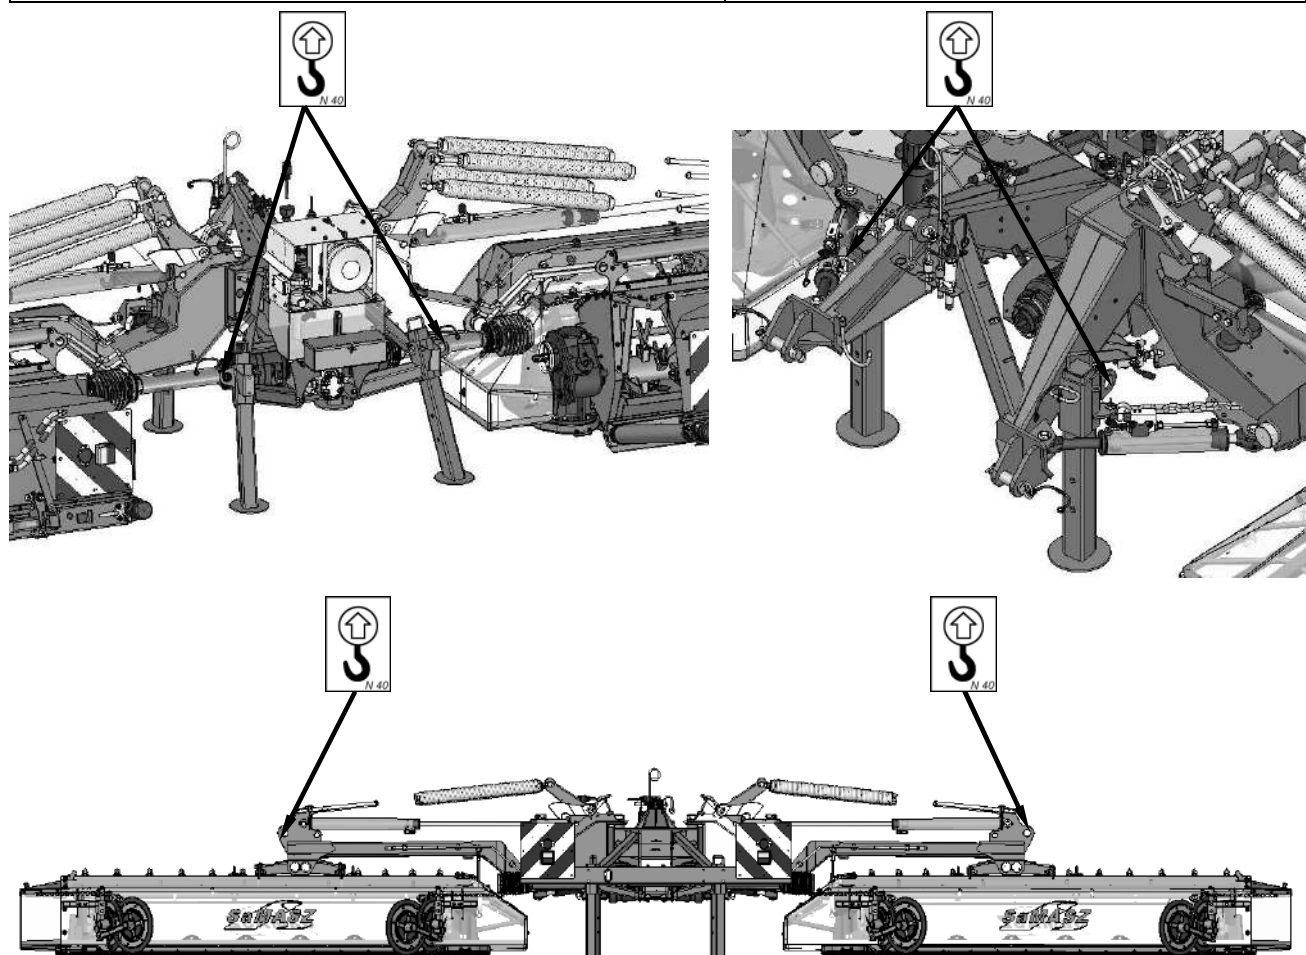

Рис. 6. Места крепления оборудования поднимающих к транспорту
- Следует схватывать поднимающими устройствами исключительно в местах, указанных на машине и обозначенных видом крюка (Рис. 6),